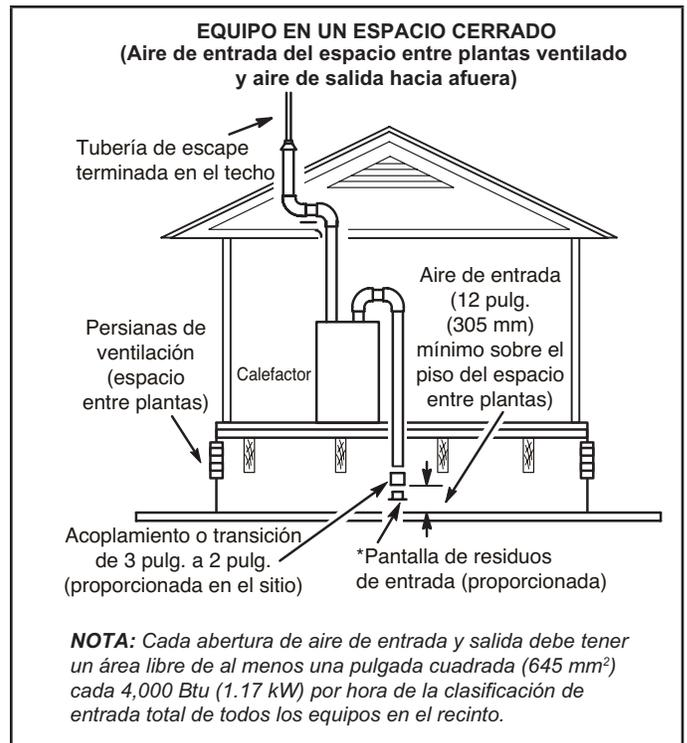
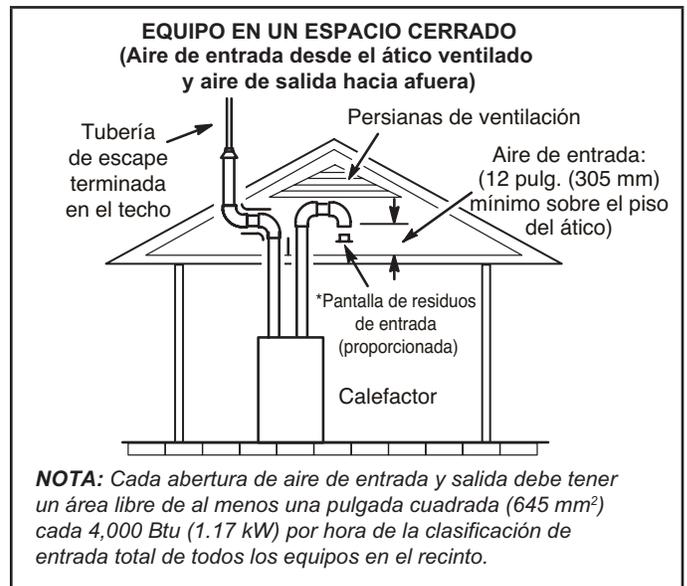

FIGURA 24
FIGURA 25
- 2 - Si el aire de entrada se toma de un espacio entre plantas ventilado (FIGURA 24) o de un ático ventilado (FIGURA 25), el largo de la ventilación de escape no debe exceder los valores listados en la TABLA 9. Si se utiliza una tubería de 3" de diámetro, redúzcala a una tubería de 2" de diámetro para acomodar la pantalla de residuos.